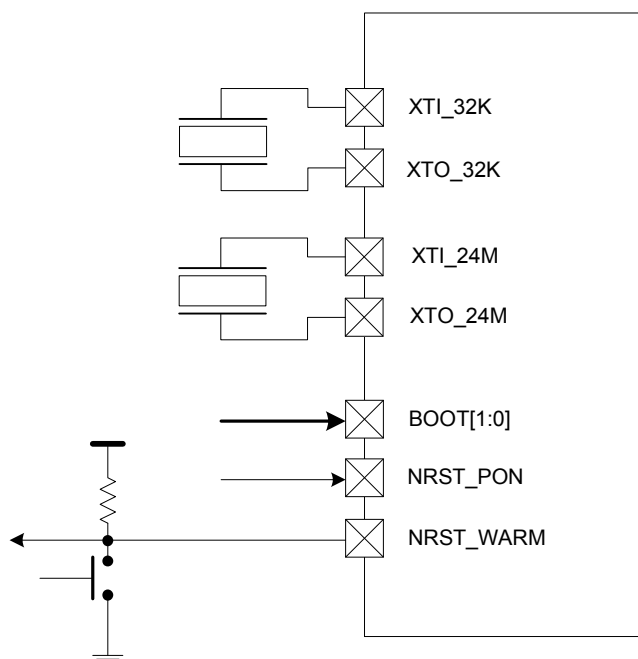

Рисунок 2.11 Внешние сигналы сброса микросхемы
- Вывод NRST\_WARM является внешним источником «теплого» сброса, является двунаправленным и может использоваться для индикации сброса вне микросхемы. Должен быть подключен к внешнему резистору с подтяжкой к питанию. См. Рисунок 2.11.